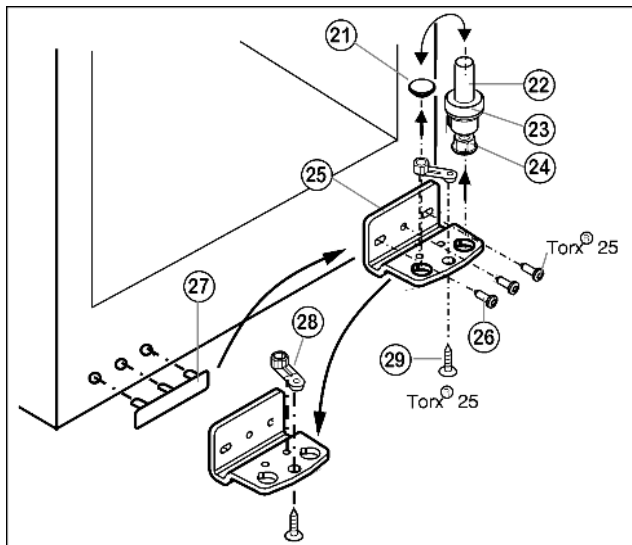

Fig. 5
- ▶ Извлеките опорный винт Fig. 5 (22) в комплекте с шайбой Fig. 5 (23) и регулируемой опорой Fig. 5 (24), вытягивая его вверх.
- ▶ Снимите пробку Fig. 5 (21).
- ▶ Открутите Fig. 5 (26) опорный кронштейн Fig. 5 (25).
- ▶ Открутите Fig. 5 (29) опорную деталь Fig. 5 (28) и, переставив в отверстие на противоположной стороне опорного кронштейна, снова прикрутите.
- ▶ Осторожно снимите и переставьте на противоположную сторону крышку со стороны ручки Fig. 5 (27).
- ▶ Снова прикрутите опорный кронштейн Fig. 5 (25) на новой стороне шарнира (с моментом 4 Нм). При необходимости используйте аккумуляторный шуруповерт.
- ▶ Переставьте пробку Fig. 5 (21) в свободное отверстие.
- ▶ Вновь установите опорный винт Fig. 5 (22) в комплекте с шайбой и регулируемой опорой. При этом фиксатор должен быть направлен назад.
- ▶ Извлеките пробку (33) из опорной втулки дверцы и переставьте.
- ▶ Снимите и переставьте на противоположную сторону дверную ручку (32), пробку (33) и прижимные пластины* (34).
- ▶ Установите дверцу сверху на нижний опорный палец Fig. 5 (22).
- ▶ Установите верхний опорный кронштейн (12) на новой стороне шарнира и защелкните в дверце.
- ▶ Прикрутите верхний опорный кронштейн (12)(с моментом 4 Нм)(2 шт. Torx® 25) (13). При необходимости сделайте отверстия или используйте аккумуляторную отвертку.
- ▶ Защёлкните крышку (10) и крышку (11) на противоположной стороне.
- ▶ При необходимости выровняйте дверцы через два продольных паза в нижнем опорном кронштейне Fig. 5 (25) параллельно корпусу устройства. Для этого выкрутите средний винт.